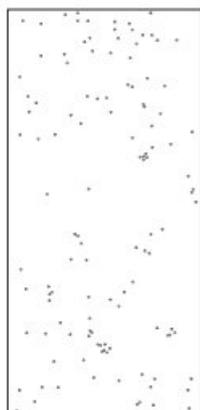
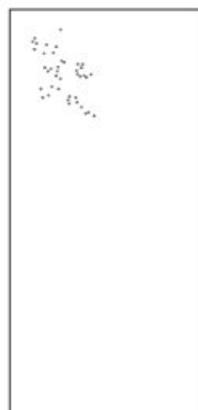

Рис.2
Рис.3
*По нашему опыту, в большинстве успешных и оставляющих сильное впечатление примеров средняя плотность точек подсветки составляет от 4 до 8 жил/м2, для чего может понадобиться использовать несколько комплектов «ЗВЕЗДНОГО НЕБА» (Рис. 2). Если такой комплект только один, то большего впечатления можно достичь, ограничив зону эффекта меньшей площадью (может быть, одним углом бассейна, Рис. 3), или протянув через бассейн звездную дорожку (Рис. 4), вместо того, чтобы пытаться распределить точки подсветки по всей его площади.*